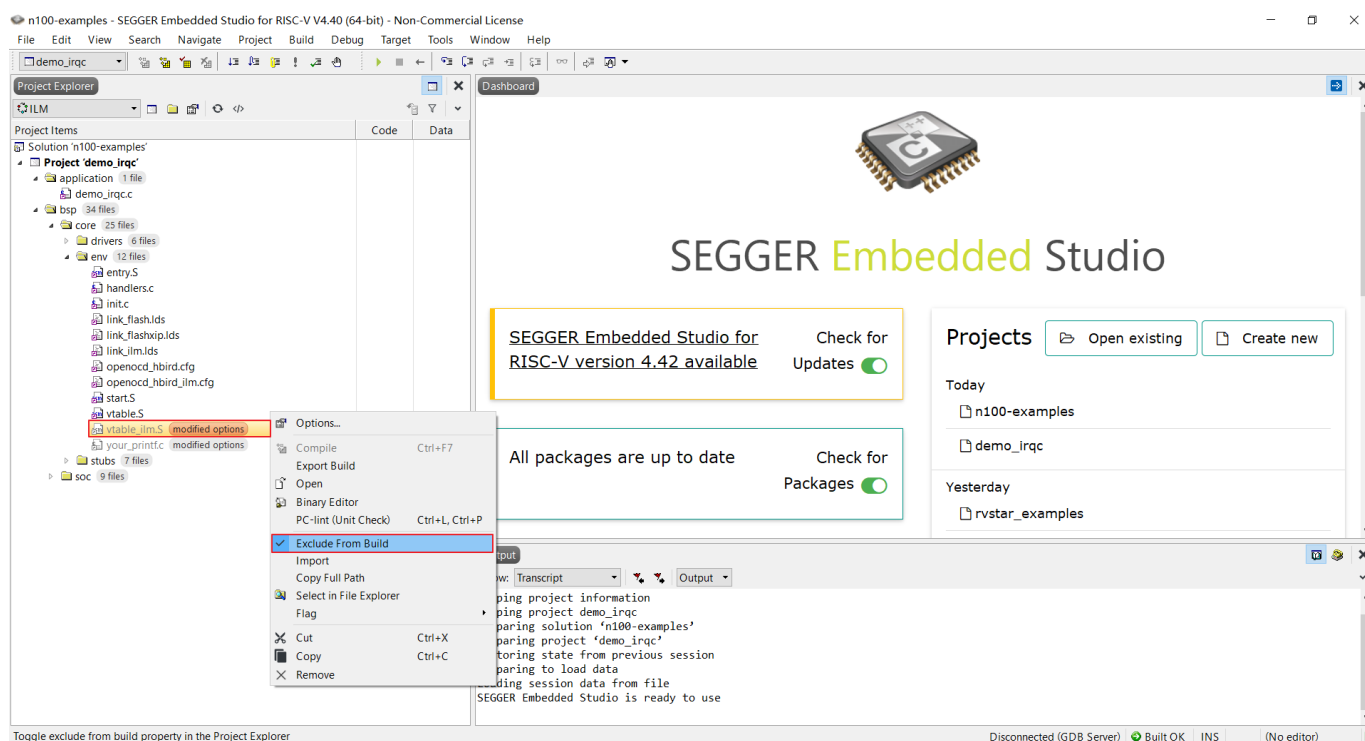

图 2-20 移除工程中文件
- 文件移除方式如图 2-20，在要移除的文件处右击，弹出的右键菜单中选择 Excluded From Build，文件会变为浅色，并且编译工程时不会编译链接此文件。